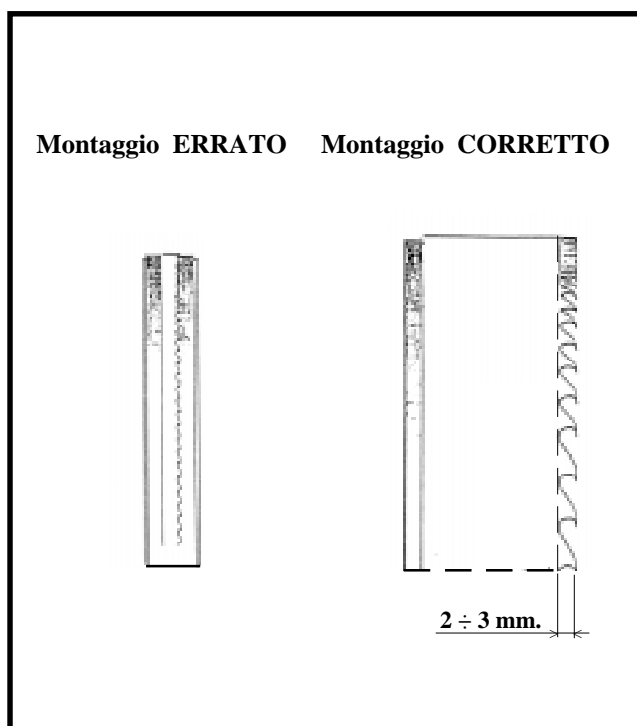

fig. 4.7
- 3) Istruzioni per il posizionamento della lama sul volano fig. 4.7.